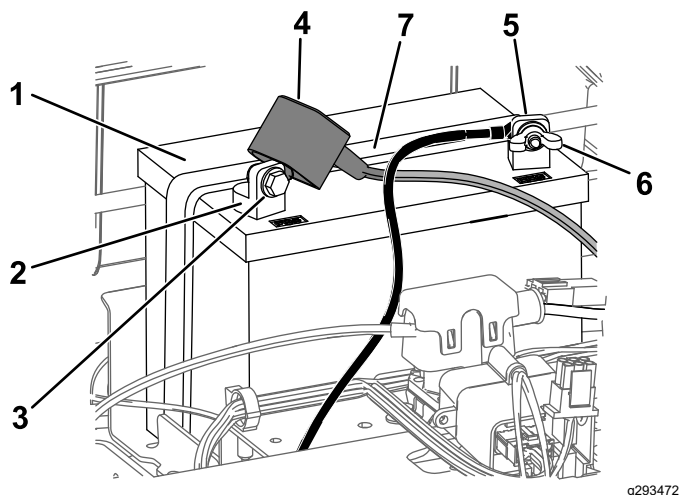

Figura 48
4. Staccate il cavo negativo (nero) di terra dal polo della batteria (Figura 48).
6. Staccate il cavo positivo (rosso) di terra dal polo della batteria (Figura 48).
7. Togliete il dispositivo di fissaggio della batteria (Figura 48) e togliete la batteria dal vassoio.
1. Posizionate la batteria nella cassetta (Figura 48).
5. Fissate la batteria con l'apposito dispositivo (Figura 48).